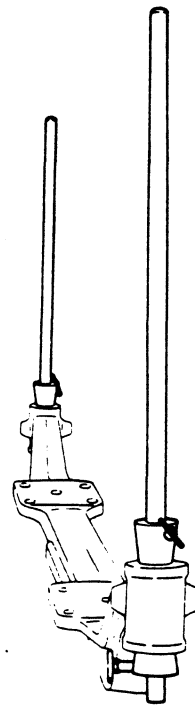

Fig. 3
4. In de fuseegaten worden de twee meetstokken geplaatst. Deze moeten geheel evenwijdig met elkaar staan (Fig. 3).